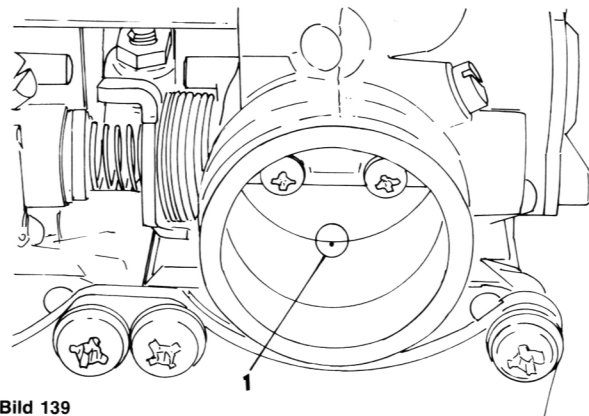

Bild 139
- Beim Zusammenbauen von neuen Vergasern den Abstand zwischen der Überströmbohrung («1» in Bild 139) im Vergasergehäuse und dem Drosselventil angleichen.